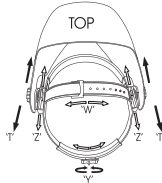

Figura.5
- **Regolazione dell'adattamento della maschera.** L'intera circonferenza della fascia per la testa può essere allargata oppure accorciata ruotando la manopola situata posteriormente sulla fascia per la testa (vedi regolazione "Y" nella figura 5). Questo può avvenire con maschera indossata. Regolare la tensione in modo tale che la maschera sia posizionata in modo stabile ma non troppo stretta sulla testa.
- è possibile regolare individualmente l'altezza ottimale della fascia per la testa la fascia trasversale. Staccare la fascia trasversale premendo il raccordo filettato dal foro nel nastro. A secondo della necessità spostare entrambe le estremità in modo da allargare oppure stringere e premere il raccordo filettato nel foro più vicino (vedi regolazione "W" nella figura 5).
**Operazione 1:** Con maschera orientata verso il basso allentare il dado di fissaggio (vedi "T" nella Figura 5) per regolare la distanza tra maschera e viso.
**Operazione 2:** Allentare ora i dadi di fissaggio su entrambi i lati della maschera ed avvicinare oppure allontanare la maschera dal viso (vedi regolazione "Z" nella Figura 5). È importante che la distanza di entrambi gli occhi dalla visiera sia indentica. In caso contrario l'effetto di oscuramento può apparire irregolare.